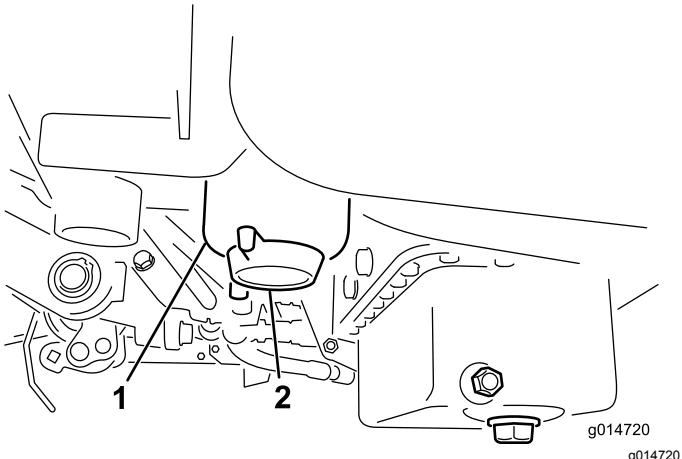

Figure 28
3. Dévissez le bouchon de vidange situé sur le filtre à carburant d'environ un tour et vidangez l'eau éventuellement accumulée (Figure 28).